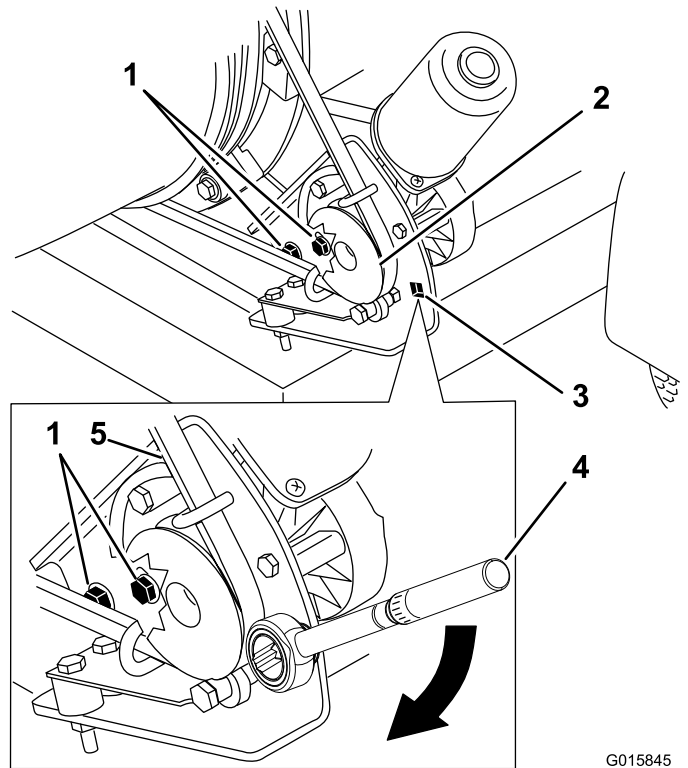

Bild 29
1. Lockern Sie die Schrauben, mit denen die Befestigungshalterung der Riemenscheibe am Bläserrahmen befestigt ist (Bild 29).
2. Platzieren Sie einen Drehmomentschlüssel in der Riemenscheibenbefestigungshalterung (Bild 29).
3. Drehen Sie die Riemenscheibenbefestigungshalterung von der Düse weg, bis der Drehmomentschlüssel 22,6-26,0 N-m anzeigt (Bild 29).